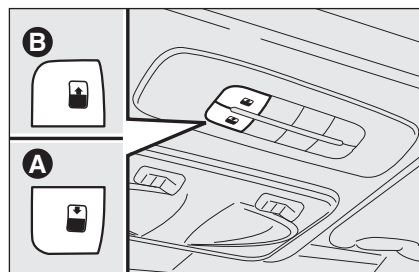
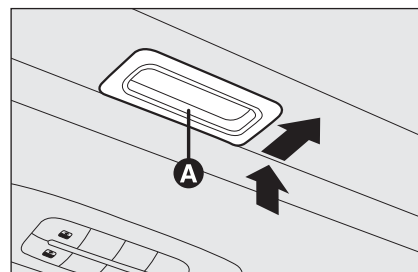

fig. 67
fig. 68
El techo practicable con un amplio acristalamiento consta de dos paneles de cristal, uno de ellos fijo y el otro móvil, provistos de dos cortinas para el sol (delantera y trasera) con manipulación manual. Las cortinas pueden usarse en posición “completamente cerradas” y “completamente abiertas” (no hay posiciones fijas intermedias). Para abrir las cortinas: sujete la manilla **A**-fig. 68 y acompáñela siguiendo el sentido indicado por las flechas hasta la posición “completamente abierta”. Para cerrarlas repita el procedimiento inverso. El techo practicable funciona sólo con la llave de arranque en posición **MAR**. Los mandos **A-B** fig. 67 ubicados en el salpicadero cerca de la luz de techo delantera, controlan las funciones de apertura/cierre del techo practicable.
Pulse la tecla **B**-fig. 67 y manténgala pulsada, el panel de cristal anterior se colocará en posición “spoiler”; vuelva a pulsar la tecla **B**-fig. 67e, interviniendo en el mando por más de medio segundo, se activa el movimiento del cristal del techo que continúa automáticamente hasta el final del recorrido; el cristal del techo puede detenerse en una posición intermedia interviniendo nuevamente en la tecla.
Desde la posición de apertura completa, pulse la tecla **A**-fig. 67 y, si se interviene en la tecla por más de medio segundo, el cristal anterior del techo se colocará automáticamente en la posición “spoiler”; volviendo a pulsar la tecla, el cristal del techo se detiene en la posición intermedia; vuelva a pulsar la tecla **A**-fig. 67 y manténgala pulsada hasta que se cierre completamente el panel.
- ☐ presionar el botón **A-fig. 67** en posición de cierre;